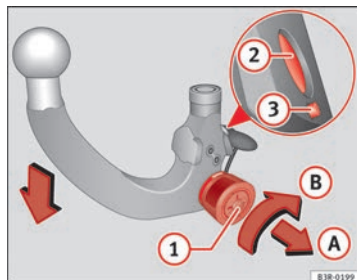

Abb. 158 Abnehmbare Anhängervorrichtung: Kugelstange vorspannen
- Stecken Sie den Schlüssel (1) ⇒ Abb. 158 in das Schloss am Handrad und drehen sie ihn in Richtung der roten Markierung.
- Ziehen Sie das Handrad in Pfeilrichtung (A) heraus und drehen Sie es anschließend in gezogener Position in Pfeilrichtung (B) bis der Verriegelungsbolzen (2) einrastet und der Auslösebolzen (3) sichtbar ausfährt ⇒ Δ.